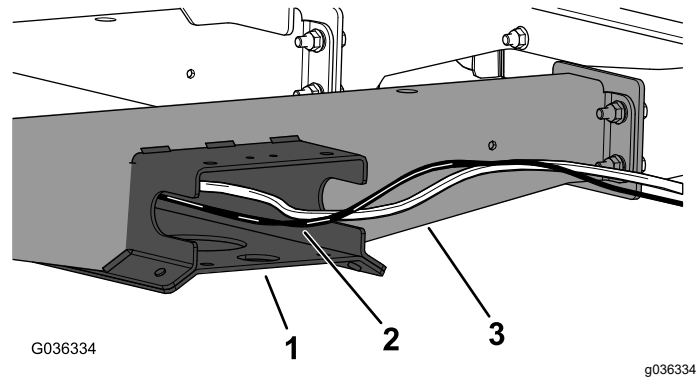

Figura 10
2. Passe a cablagem do kit ao longo da placa do canal do chassis e através da abertura no canal do chassis (Figura 10).